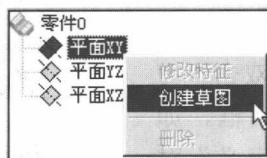

图1-11 进入草图绘制状态
1) 生成基本体。选中特征树中的“平面XY”，单击鼠标右键选择“创建草图”，如图1-11所示。或者直接单击“创建草图”按钮，进入草图绘制状态。